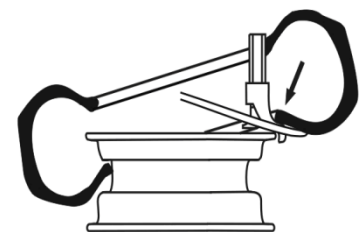

Abb. 19
- Wiederholen Sie den vorweg beschriebenen Löse Vorgang an der anderen Reifenseite (Abb.19).